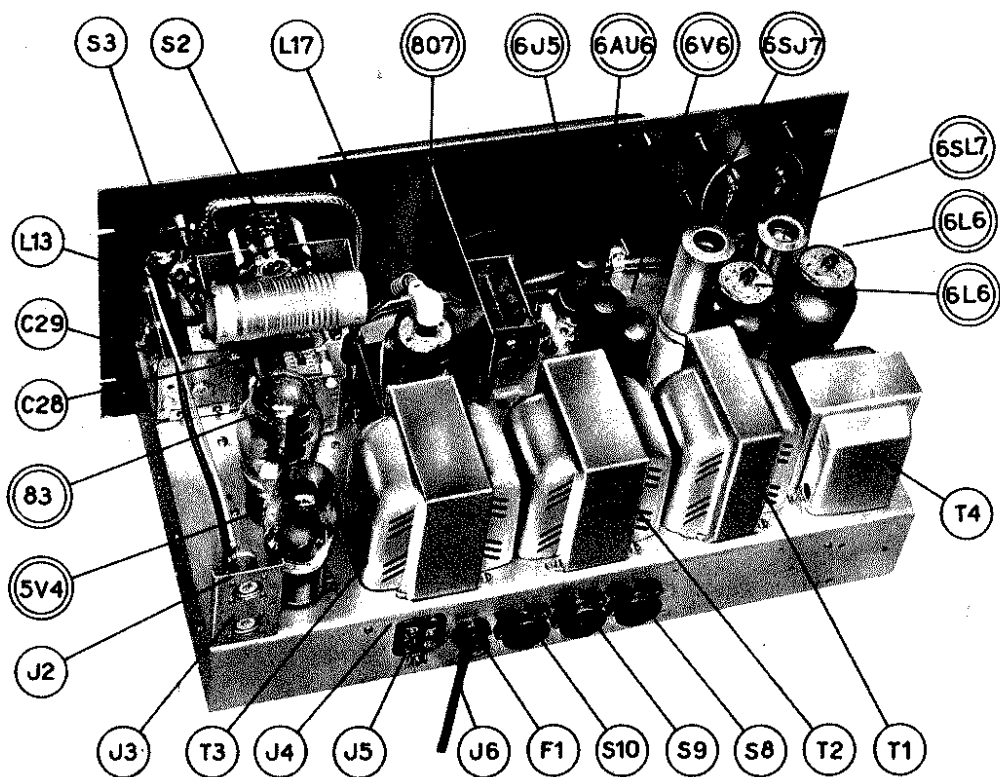

Fig. 4.2 - disposizione delle valvole e di altri organi. - Rear view; location of tubes and main components.
Nella parte posteriore sono accessibili (vedi fig. 4-2):
Rear Side of Transmitter (see fig. 4-2):
- a) Al terminale antenna del ricevitore. Questo collegamento va effettuato con un cavo schermato a bassa capacità e piuttosto corto, cioè della lunghezza minima compatibile con la distanza del ricevitore, non superiore in ogni caso da $50 \div 70$ cm. Per il collegamento al trasmettitore si userà l'apposito attacco schermato che si innesterà nella presa inferiore (J3 di fig. 4.2) del trasmettitore, mentre l'altra estremità verrà collegata rispettivamente col conduttore e la calza alla presa di terra del ricevitore. L'impiego di un cavo schermato per tale connessione è importante per evitare che si inducano tensioni troppo forti, durante il funzionamento del trasmettitore, nel circuito di entrata del ricevitore.
- b) Il collegamento tra antenna e presa di antenna del trasmettitore, sarà effettuato con cavo schermato, oppure con un filo semplice a seconda del tipo di antenna impiegato (vedi paragr. 5). In ogni caso verrà impiegata per l'inserzione dell'antenna la nostra presa per cavo schermato che verrà inserita nell'attacco superiore (J2 di fig. 4.2) del trasmettitore.
- c) Sarà bene predisporre una buona presa di terra, la quale sarà collegata all'apposito morsetto del trasmettitore (J5 di fig. 4.2) mediante uno spezzone di filo di rame di sufficiente sezione ($1,5 \div 2$ mm²) il più corto possibile.
- d) Circuito interruzione alta tensione ricevitore. I morsetti 1-2 posti sulla morsettiera (J4 di fig. 4.2) vengono dal commutatore « Trasmissione-Ricezione » cortocircuitati fra loro nella posizione « Ricezione » mentre restano separati, isolati fra di loro, nella posizione « Trasmissione » allo scopo di togliere la tensione anodica al ricevitore durante il funzionamento in trasmissione. Nel ricevitore perciò occorrerà aprire il circuito dell'alta tensione ed i due capi saranno collegati, mediante due fili intrecciati fra di loro, ai due morsetti 1 e 2. Il conduttore per tale connessione non ha particolari requisiti purchè abbia un isolamento sufficiente; potrà essere usato uno spezzone di treccia o piattina luce. I due conduttori potranno essere anche scambiati fra di loro e per comodità di smontaggio e di installazione sarà bene inserire su questo spezzone una presa volante maschio e femmina del tipo luce, mettendo il maschio dal lato del trasmettitore e la femmina dal lato del ricevitore.
- d) Receiver High Voltage Interruption Circuit. Pins 1 and 2 of terminal J4 (fig. 4-2) are shortcircuited by the « Transmission-Reception » switch, if it is in position for « Reception »; they are separated if this switch is in position for « Transmission »; this makes it possible to cut off the receiver plate voltage during transmission periods. The receiver plate voltage circuit, therefore, must be opened and connected to pins 1 and 2 of terminal J4 by 2 insulated wires. There are no special requirements as to these wires besides affording sufficient insulation; hook-up wire or a piece of line cord may be used; both connections may be interchanged. To facilitate easy removal of this connection, it is suggested to place a male-and-female plug combination into this connection, the male part of which should be wired to the transmitter, the female one to the receiver.